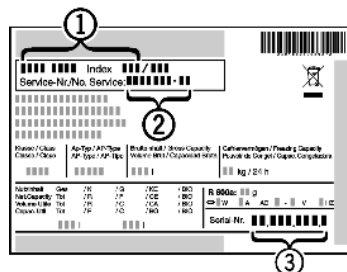

Fig. 36
- ▶ Gerätebezeichnung Fig. 36 (1), Service-Nr. Fig. 36 (2) und Serial-Nr. Fig. 36 (3) vom Typenschild ablesen. Das Typenschild befindet sich an der linken Geräteinnenseite.
- ▶ Den Kundendienst benachrichtigen und den Fehler, Gerätebezeichnung Fig. 36 (1), Service-Nr. Fig. 36 (2) und Serial-Nr. Fig. 36 (3) mitteilen.